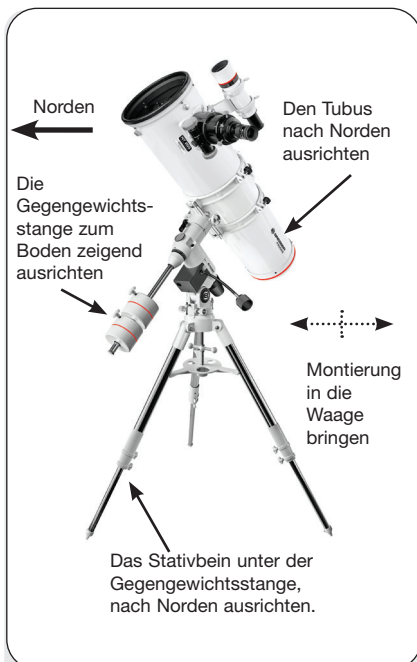

Abb. 16a: Die parallaktische Grundposition, Seitenansicht
2. Lösen Sie die RA-Klemmung (33, Bild 1d). Schwenken Sie den Tubus, bis die Gegengewichtsstange direkt zum Boden zeigt (siehe auch Bild 16a und 16b).